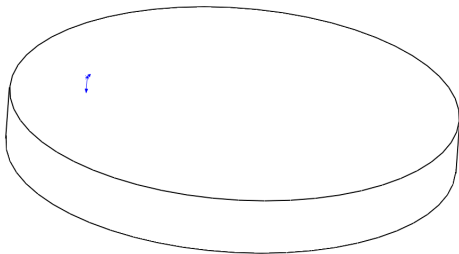

图 1-22 打开素材模型
(1) 单击常用工具栏中的【打开】按钮，打开一幅素材模型，如图 1-22 所示。